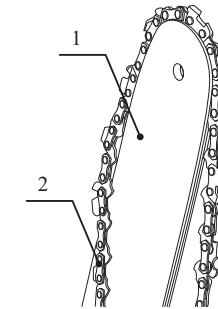

Рис. 2
- наденьте на шину 1 (рис. 2) пильную цепь 2 так, чтобы режущая кромка была направлена в сторону движения цепи (в соответствии с обозначением направления движения на самой цепи);